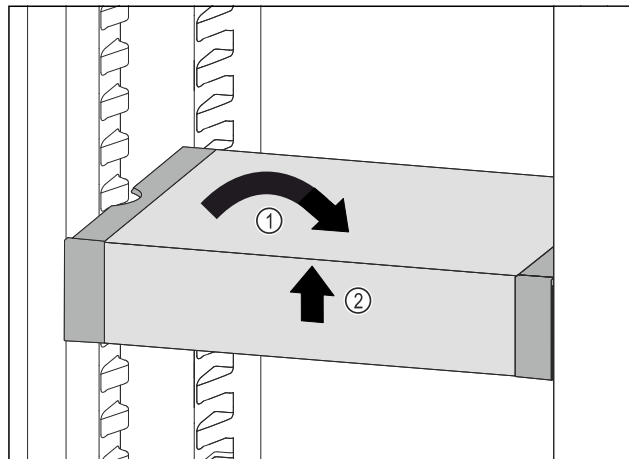

Fig. 83
- ▶ VarioSafe gerade stellen. Fig. 83 (1)
- ▶ VarioSafe vorne anheben. Fig. 83 (2)